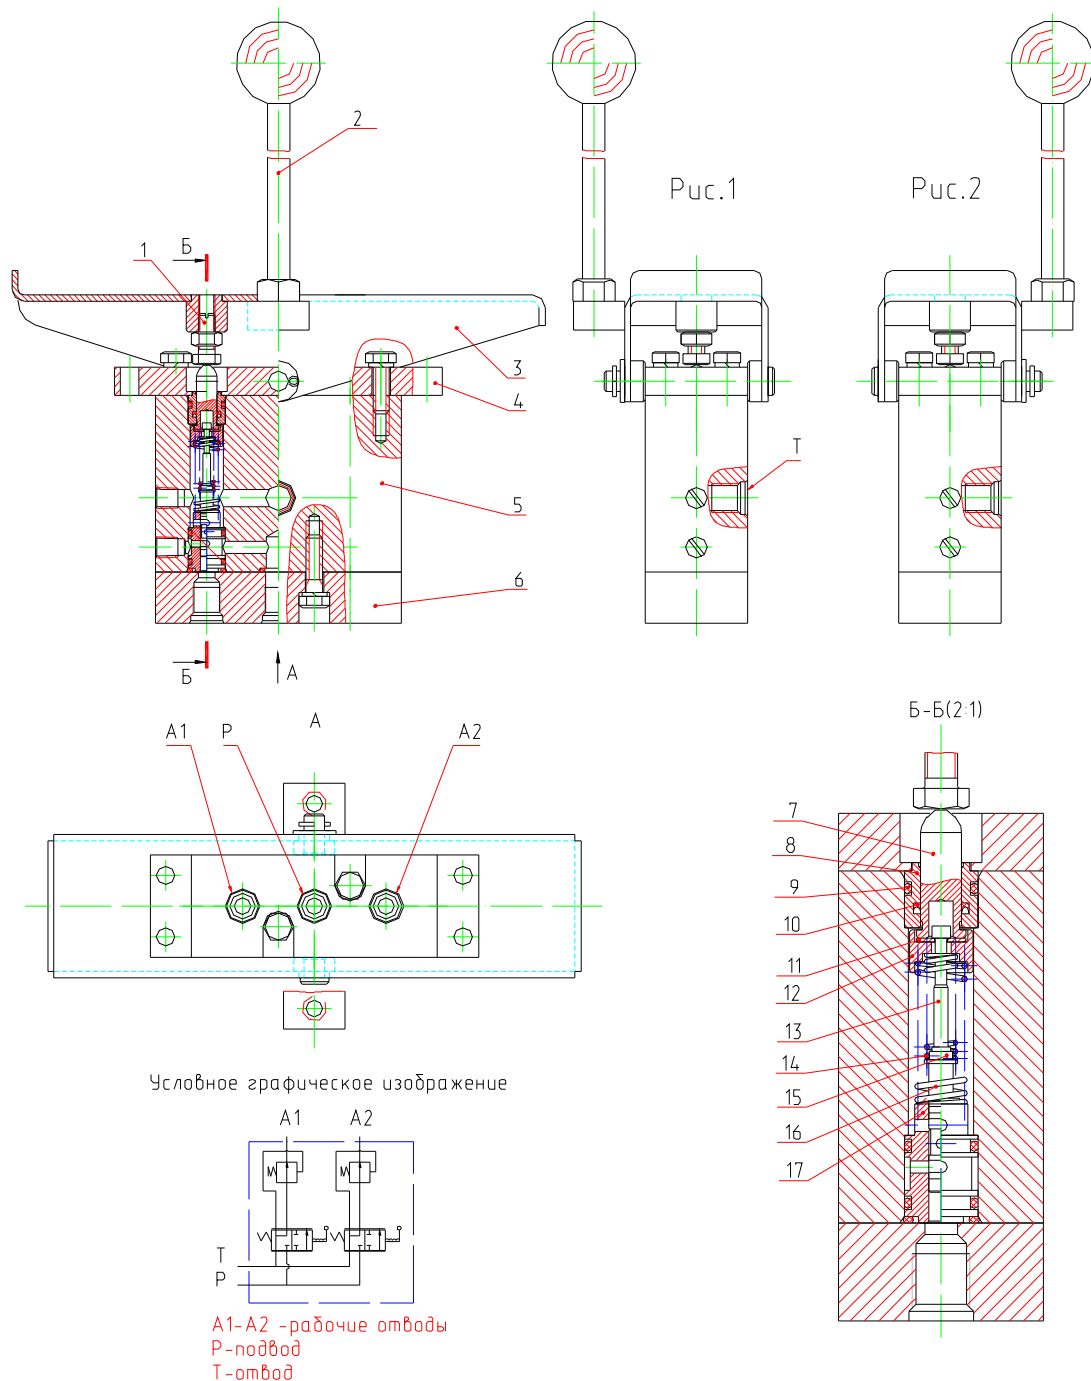

Рис. 39 Педальный блок управления ходом.
2) **Педальный блок управления** (рис.39) – двухзолотниковый с возможностью включения одного из золотников педалью и с возвратом в нейтральное положение рычага при снятии с него управляющего усилия.